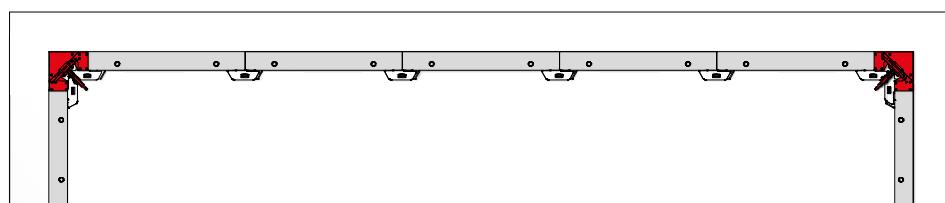

Abb. 55.1
1. Nach der Betonage M-Schalschlösser an Ausschalecke entfernen (Abb. 55.1).